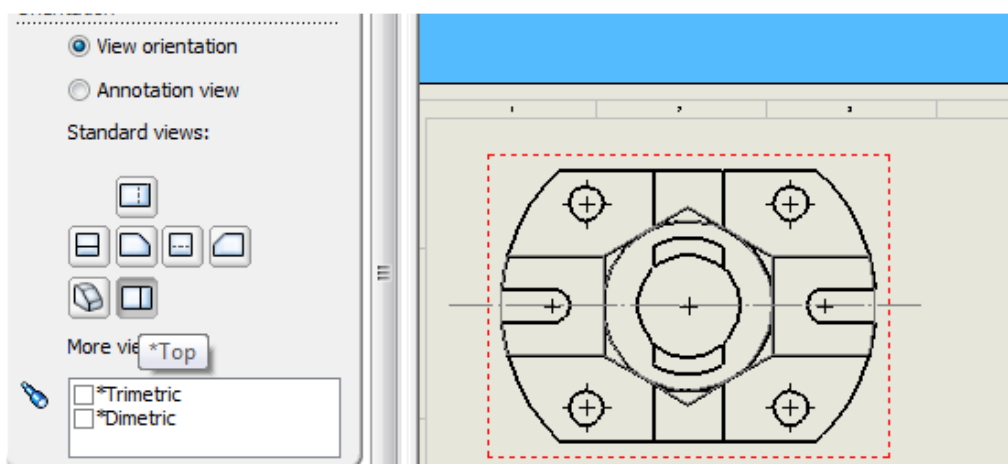

Рис. 73. Вид деталі зверху
5. Виберіть вид ЗВЕРХУ (FRONT), масштаб – ВИП. **МАСШТАБ АРКУША (Use sheet scale)**, і клацніть у верхньому лівому куті аркуша. Розмістіть проекційний вид як показано на рис. 73.